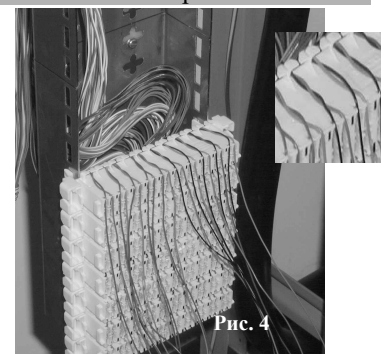

Рис. 4
- Распределите 1 (один) десятипарный пучок жил по верхнему ряду контактов плинта, скрутив пары, как показано на рис. 4.